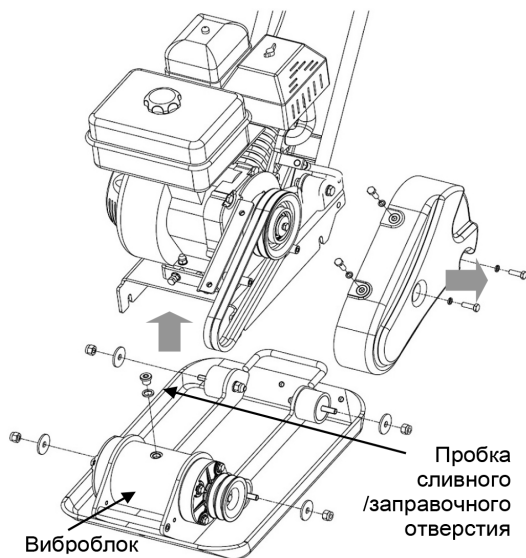

Рис. 16
- Снимите ремень и снимите раму с двигателем с рабочей плиты (рис. 16).